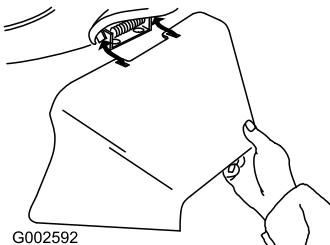

Figure 32
- Montez l'éjecteur latéral et rabattez le volet sur l'éjecteur (Figure 32).